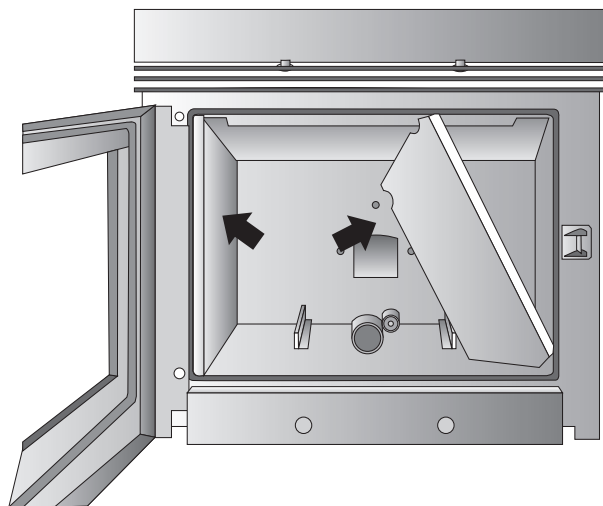

Fig. 15: retiro de las paredes laterales
- Remover la pestaña que sujeta la pared interna y con cautela retirarla junto con las dos paredes laterales (Fig. 15);